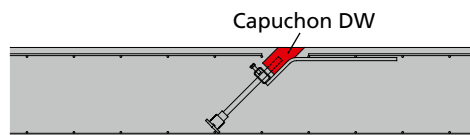

Fig. 16.1
1. Après le bétonnage, retirer le capuchon DW (fig. 16.1).